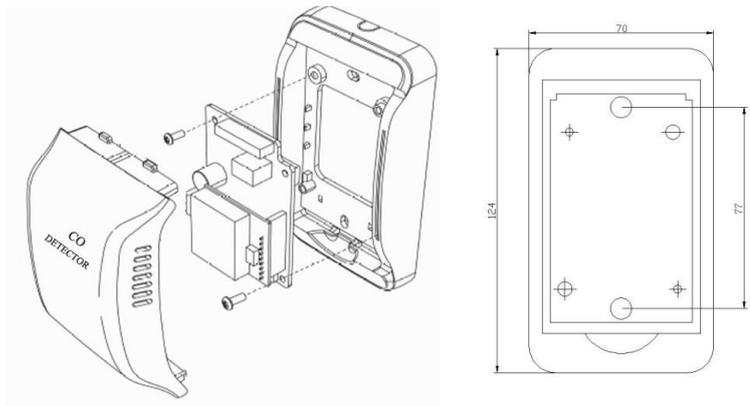

图 2 安装示意图
4. 首先安装变送器的主体，见图 2，然后把监控器安装在墙面上合适位置；